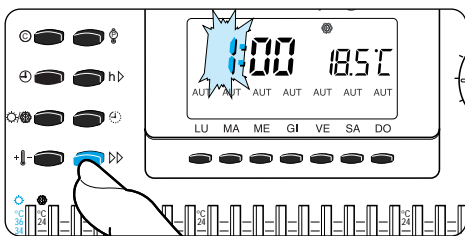

Fig. 13
5.3 - Premere il pulsante ▷▷ sino a che non si raggiunge l'ora esatta (fig. 13).